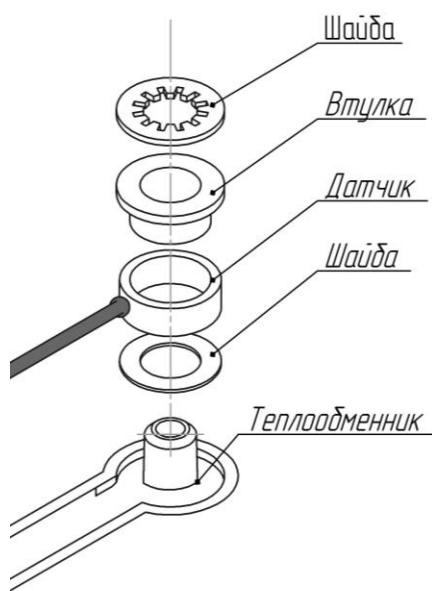

Рис.7 – Датчик перегрева
- отсоединить контакты проводов индикатора пламени от разъема блока управления (рис.7а);
В случае неустранимости неисправности ИП проверьте полярность его подключения (провод с черной меткой соединен с контактом разъема БУ, помеченным черной точкой, рис. 7б). Возможно, была допущена ошибка при установке меток на проводах ИП. Для проверки правильности установки метки на проводе проверьте контакты магнитом. Контакт провода с черной меткой магнитится.
Рис.7а – Подключение